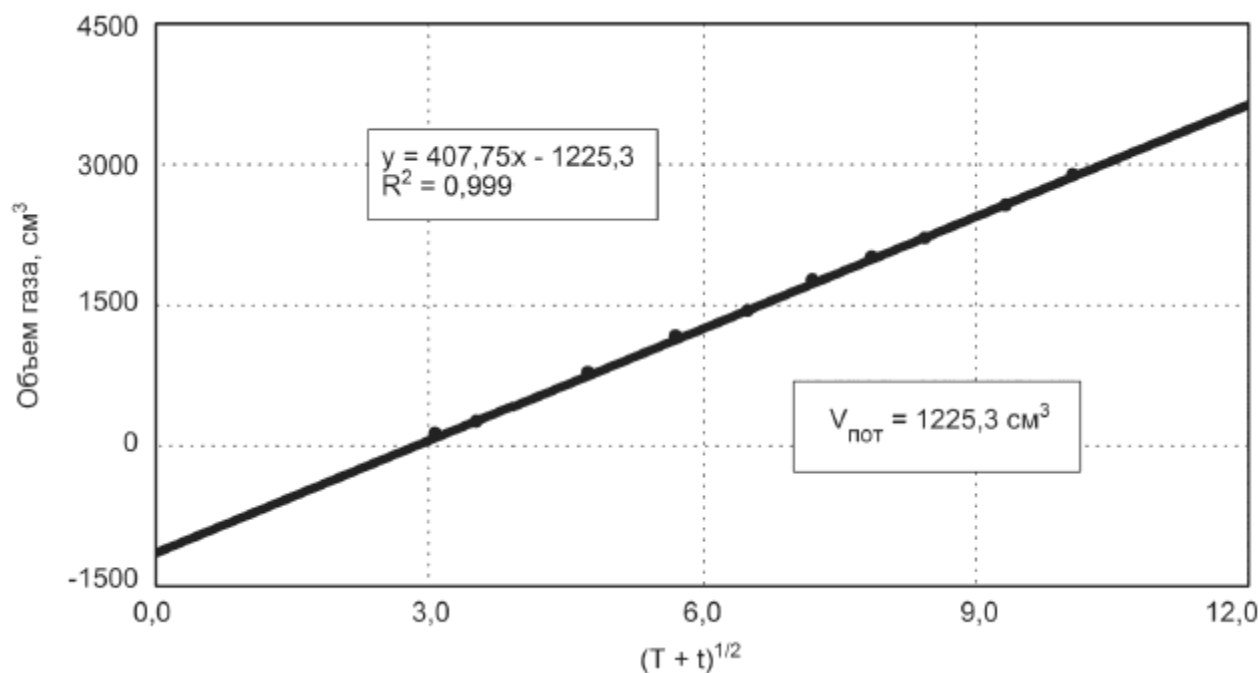

Рисунок 1. Кривая потерь объема газа
Далее с помощью линейной интерполяции вычисляется время (T), соответствующее $V_{63,2\%}$. Кривая расчета объема потерь газа, смотри рисунок 1.